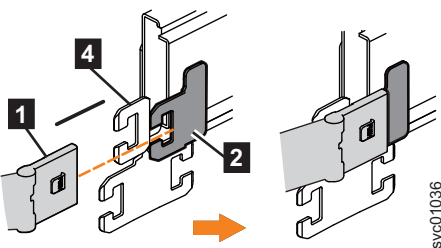

Abbildung 74. Inneren Anschluss der oberen Kabelträgerbaugruppe an inneren Teil der Halteschiene installieren
2. Installieren Sie den inneren Anschluss der oberen Kabelträgerbaugruppe (**1**) wie in Abb. 74 gezeigt an den inneren Teil der linken Halteschiene (**2**).